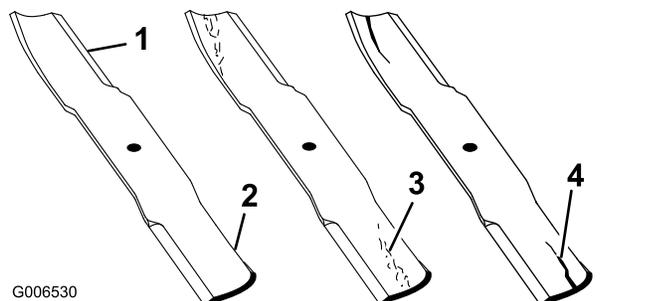

Рисунок 58
1. Осмотрите режущие кромки (Рисунок 58).
4. При обнаружении признаков повреждения, износа или образования зазора в этой области немедленно замените нож (Рисунок 58).